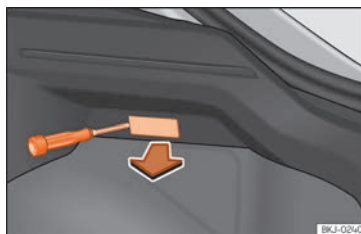

Fig. 65 Luz del maletero.
- Extraiga la tulipa haciendo presión sobre el borde de la parte interior de la misma con ayuda de un destornillador por su parte plana »» fig. 65.